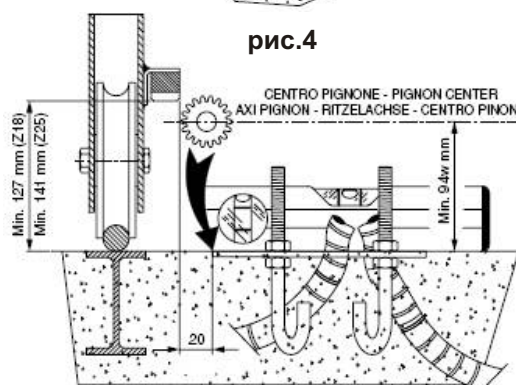

рис.5
- Закрепите монтажные крюки как на рис.5 в 4-х отверстиях.